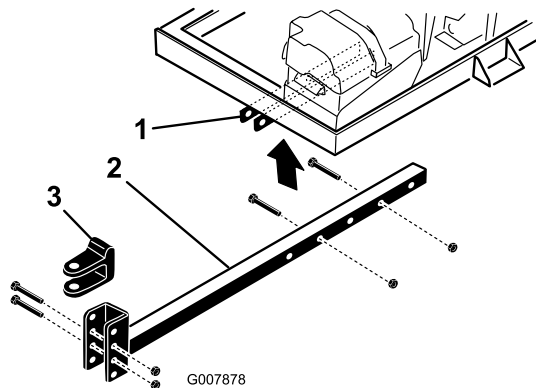

Figura 7
2. Introduzca la barra del enganche en los soportes del bastidor (Figura 7). Sujete la barra al bastidor con
- Retire los pernos y las contratueras que sujetan la horquilla de enganche (Figura 7) a la barra de enganche.
- Retire los pernos y tuercas que sujetan la barra de enganche a los soportes del bastidor (Figura 7).